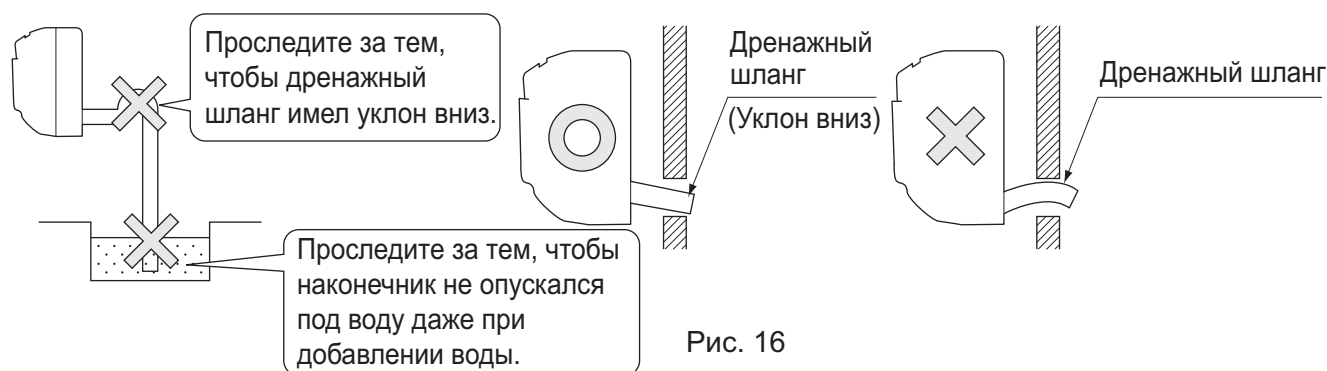

Рис. 16
(1) Установите сливной трубопровод. (См. рис. 16)
- При подключении дренажных труб соблюдайте указания на Рис. 16.